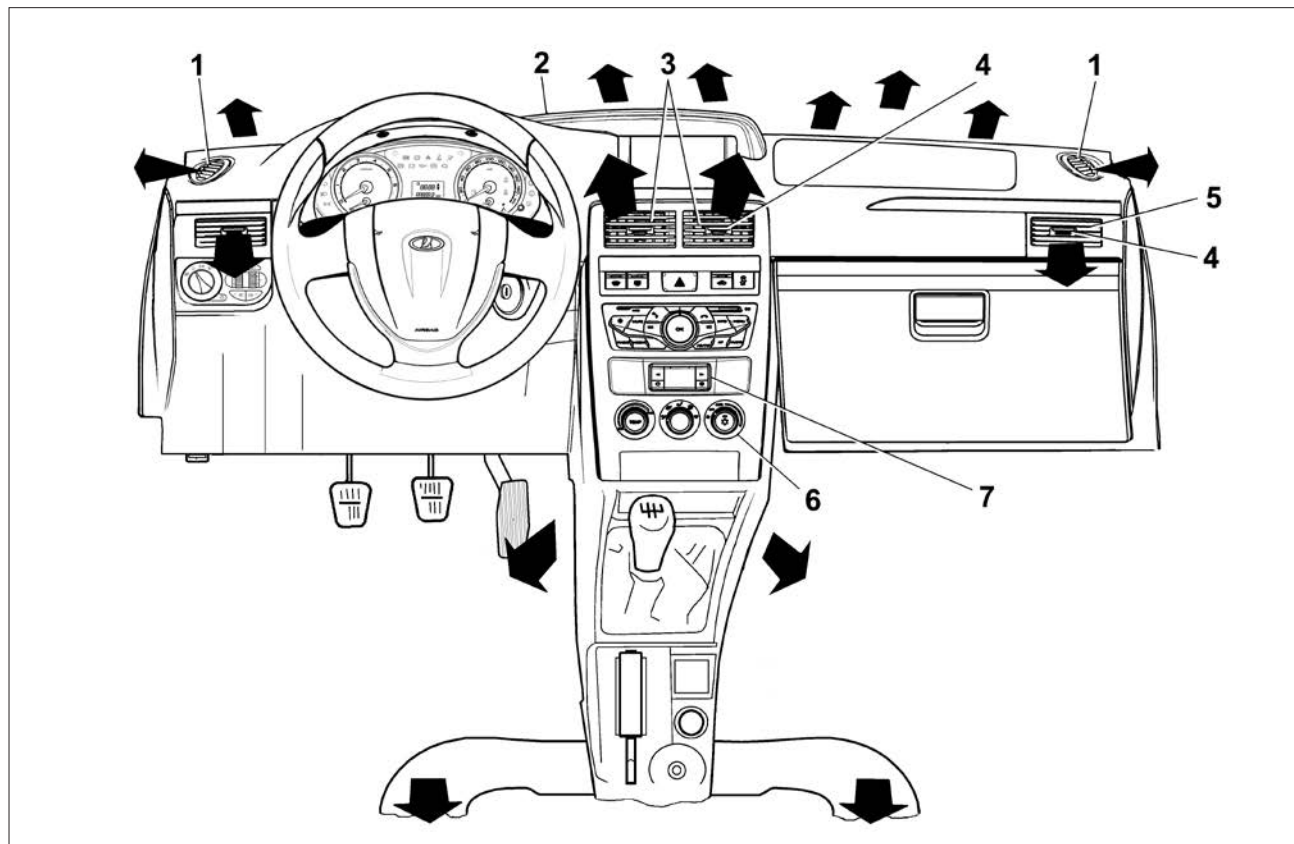

Рис. 68. Органы управления системой вентиляции и отопления салона
Система отопления и вентиляции позволяет поддерживать микроклимат в салоне при любых скоростях движения автомобиля (рис. 68):
– режим вентиляции салона – воздушный поток подается через боковые и центральные сопла вентиляции в зоны дыхания водителя и пассажиров. При установке режима  открыть центральные (3) и боковые (5) сопла вентиляции (рис. 68).
- регуляторами управления заслонками сопел **3** и **5**, а также ручками регулировки направления воздушного потока **4** (рис. 68) направить воздух в салон.